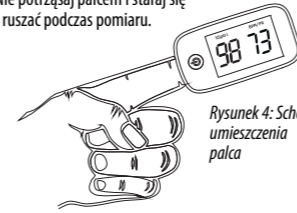

Rysunek 3: Montaż smyczy
B. Przelóż grubszy koniec smyczy przez cieńszy koniec i zacisnij smycz (Rysunek 3) ->